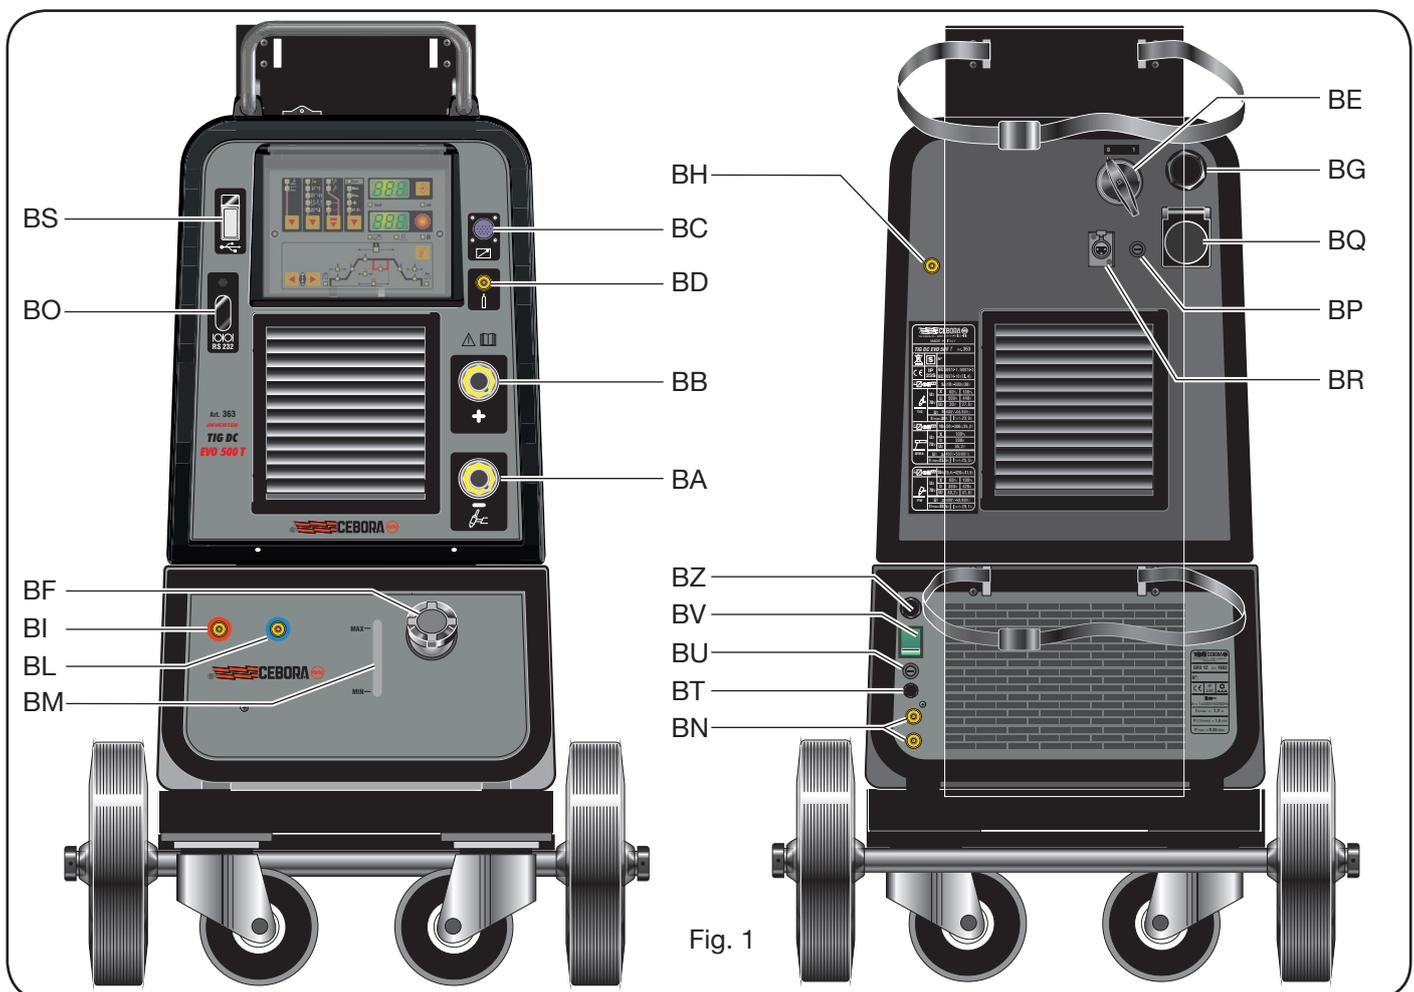

Fig. 1
3.2 DESCRIÇÃO DO APARELHO (Fig.1).